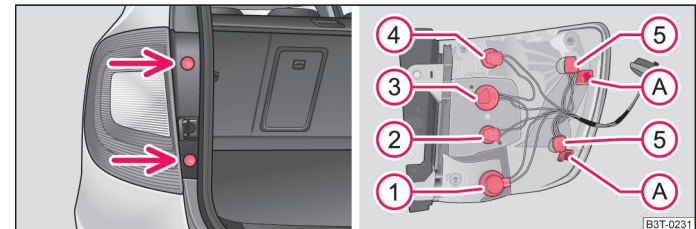

Abb. 209 Heckleuchteinheit ausbauen (Combi)
- Nehmen Sie die Stopfen → Abb. 209 - links heraus und schrauben Sie mit einem Torx-Schlüssel die Heckleuchteinheit ab¹⁾.
Einbaulage der Lampen ⇒ Abb. 209.